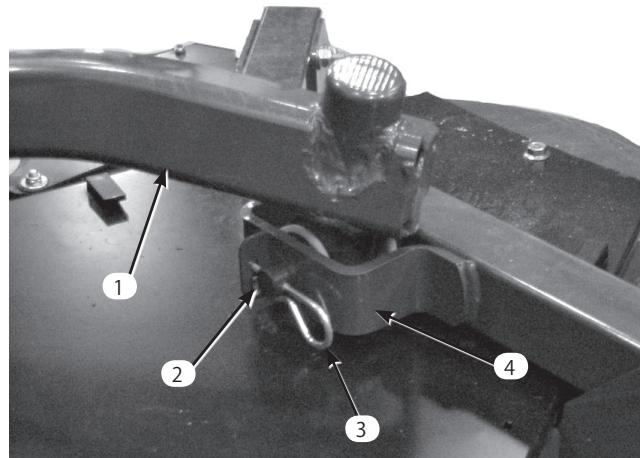

図23
- 昇降アームをキャスター・アーム・ブラケットに固定しているヘアピン・コッターとクレビス・ピンを外す(図23)。